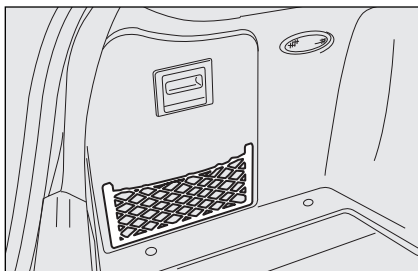

fig. 13
- **fig. 13** - uitvoering met klep aan zijkant (voor bepaalde uitvoeringen/markten, waar voorzien)